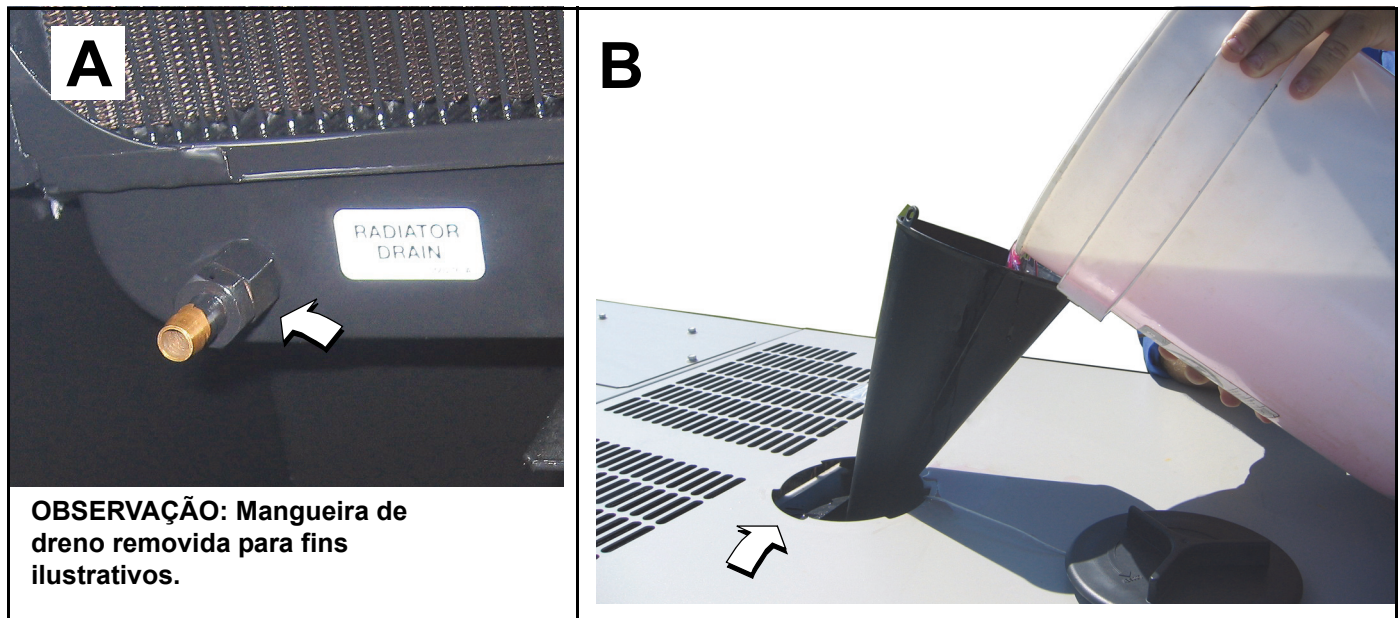

Figura 5-19. Drenar/encher o sistema de refrigeração
4. Localize a chave de drenagem no lado esquerdo inferior do radiador. Gire o encaixe hexagonal para abrir a chave de drenagem. Ver A na Figura 5-19.
12. Gire e remova a tampa de plástico na parte superior do compartimento e insira o funil no acesso de abastecimento. Ver B na Figura 5-19.